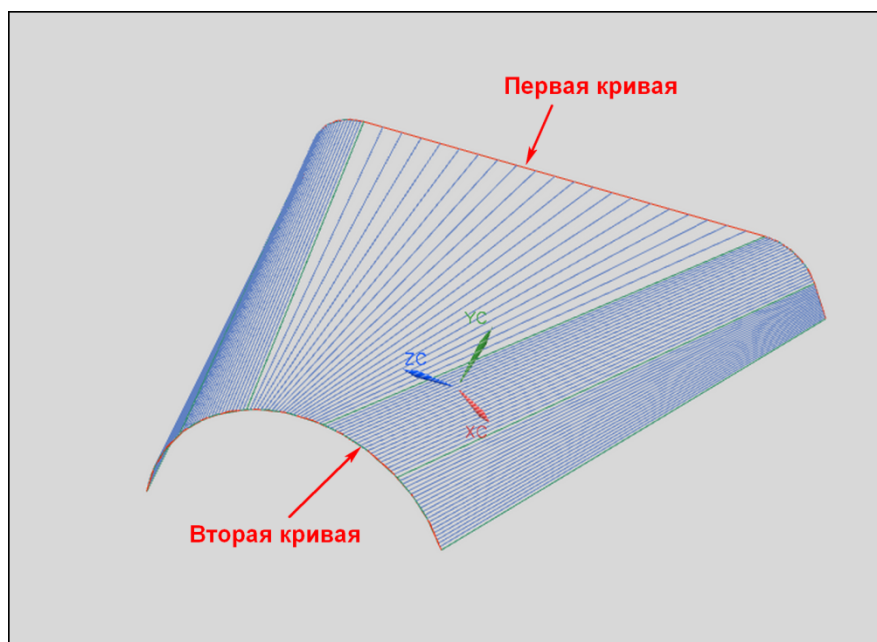

Рис. 1.18. Поверхность свободной формы, созданная с помощью опции **Линейчатая поверхность**
- курсором выделяется первая кривая (рис. 1.18);
- курсором выделяется вторая кривая (рис. 1.18);
- после нажатия клавиши **ОК** в графическом окне создается линейчатая поверхность (рис. 1.18).